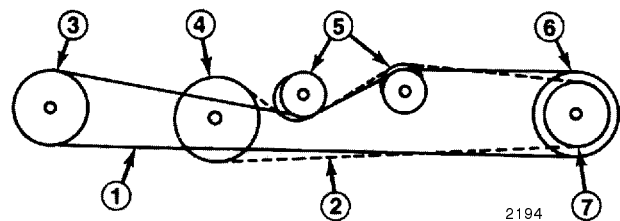

Figure 31
Pour remplacer la courroie de traction ou de l'arbre intermédiaire, utilisez les procédures suivantes et le schéma d'acheminement des courroies (Fig. 31).
5. Mettez les courroies en place et installez la courroie de traction sur la transmission selon le trajet illustré (Fig. 31).